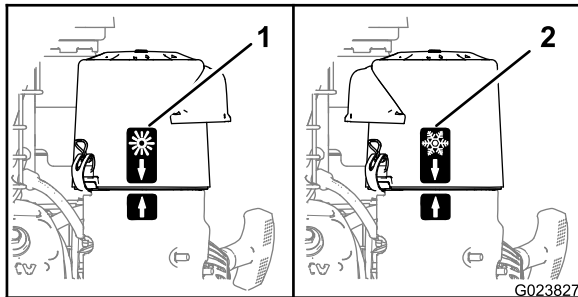

Figure 13
- À **basses températures ambiantes** (air froid et humidité), le flocon de neige situé sur le couvercle du filtre à air doit être à l'extérieur (Figure 13).
- À des **températures ambiantes normales**, le soleil situé sur le couvercle du filtre à air doit être à l'extérieur (Figure 13).